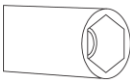

Figura 1
2. Utilice una llave de tubo hexagonal de la media adecuada a la cabeza del inyector (Figura 1).